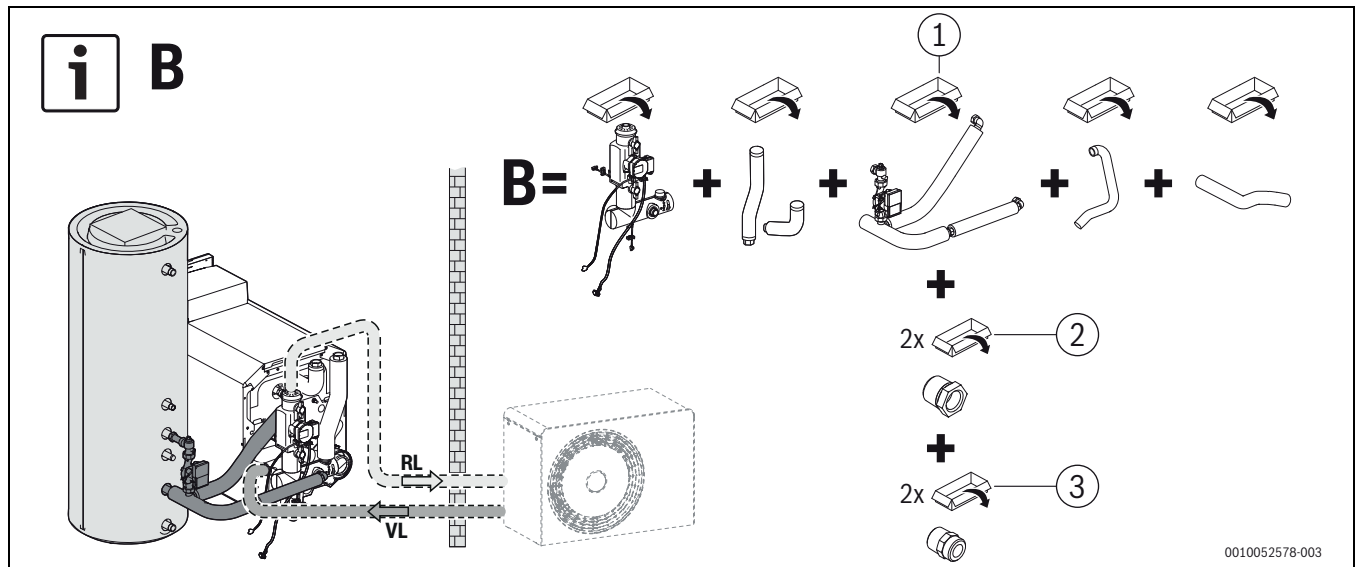
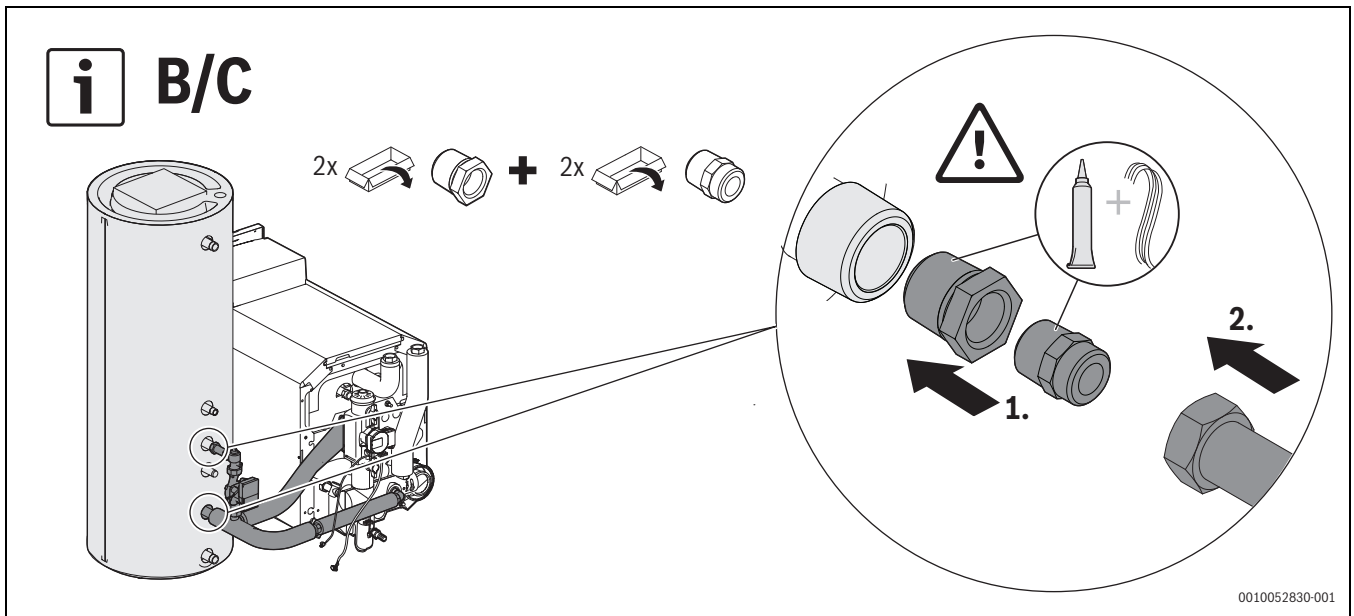

Fig. 8 Collegamento di un bollitore verticale a destra, variante B, illustrazione riferita a titolo di esempio a una caldaia da 18 kW
Fig. 10 Installazione del collegamento di un bollitore verticale, variante B e C
- ▶ Installare il gruppo tubazioni come indicato per la variante prevista (→ Fig. 8 – Fig. 10) (→ osservare le istruzioni di installazione separate del set di collegamento bollitore); **varianti B, C.**